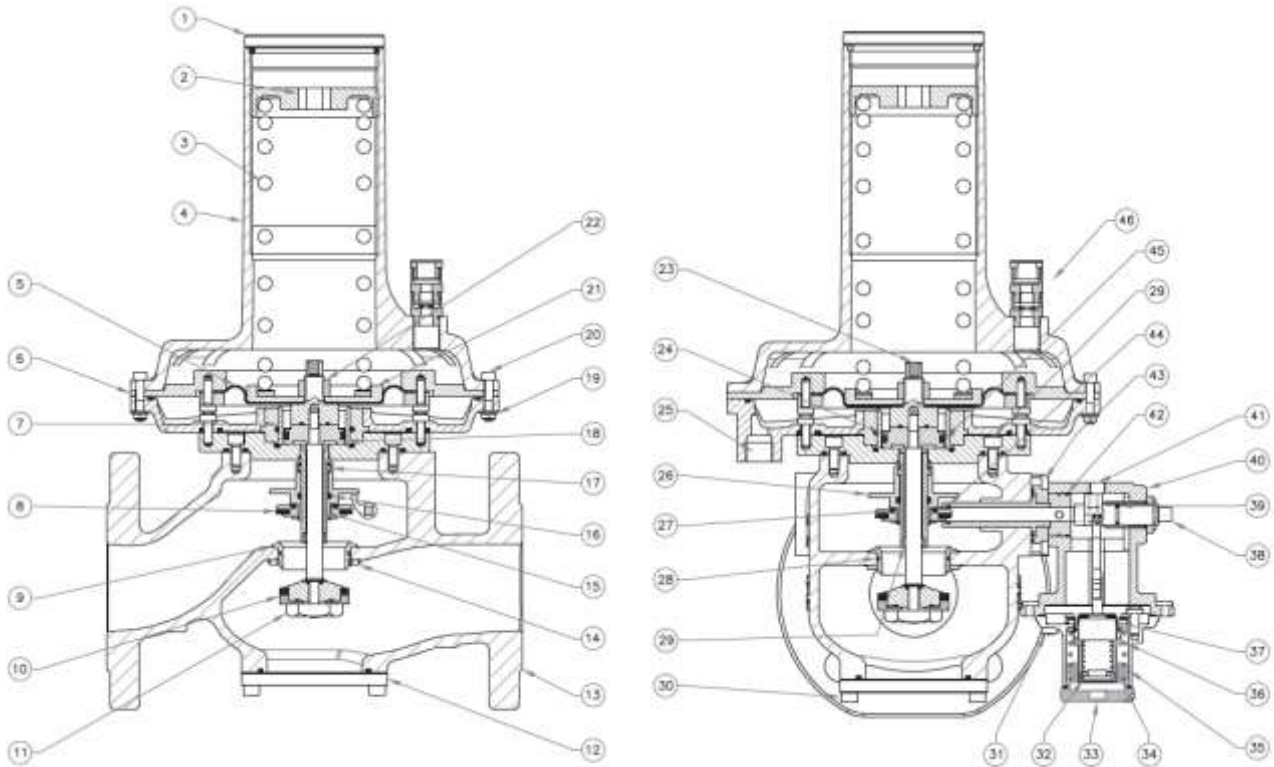

Рис. 1
Регулятор состоит (Рис.1): верхняя крышка (1); винт настройки выходного давления (2); пружина настройки выходного давления (3); воронка (4); рабочая мембрана (5); редукционное кольцо (6); компенсационный цилиндр (7); затвор ПЗК (8); седло регулятора/ПЗК (9); обтюратор (10); гайка обтюратора (11); нижняя крышка (12); корпус (13); гайка для фиксации седла (14); центральный шток (15); уплотнительное кольцо (16); направляющая втулка (17); компенсационный поршень (18); гайка (19); винт (20); верхний диск рабочей мембраны (21); гайка мембраны (22); шток для фиксации мембраны (23); манжета поршня (24); разъём G3/8" для подключения внешнего импульса (25); упорная шайба затвора ПЗК (26); кольцо уплотнительное (27); кольцо уплотнительное (28); втулка с тефлоновым покрытием (29); винт нижней крышки (30); винт (31); винт настройки ПЗК по недостаточному давлению (32); колпачок ПЗК (33); пружина ПЗК по недостаточному давлению (34); винт настройки ПЗК по избыточному давлению (35); пружина ПЗК по избыточному давлению (36); мембрана ПЗК (37); шток взвода ПЗК (38); кольцо уплотнительное (39); корпус механизма ПЗК (40); разъём G1/4" для подключения импульса в блок ПЗК (41); кольцо уплотнительное (42); винт крепления блока ПЗК (43); кольцо уплотнительное (44); кольцо уплотнительное (45); устройство защиты от раскачки выходного давления с резьбой G3/8" (46).